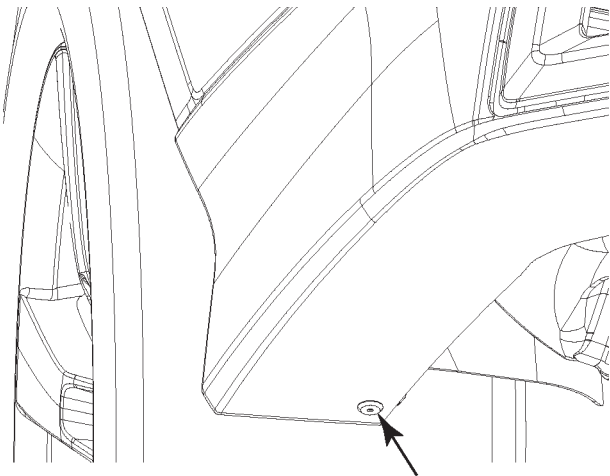

FIGURA 19
30. Utilice remaches para acoplar el difusor trasero al soporte del hueco de la rueda. Consulte la figura 19.